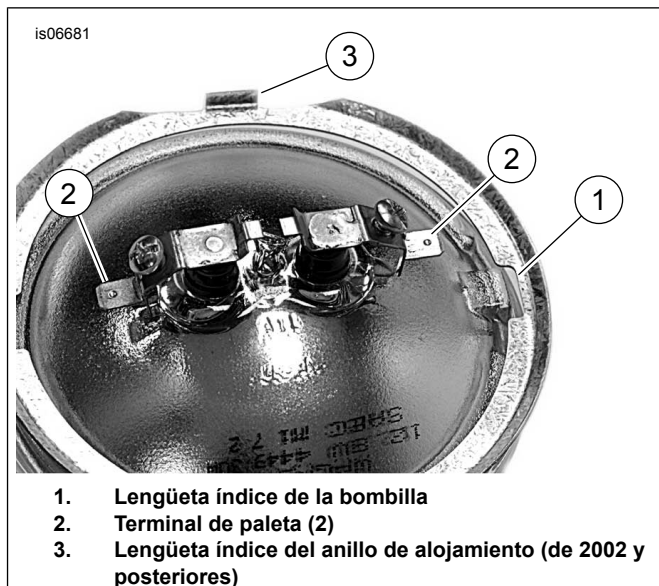

Figura 3. Terminales de la bombilla de la luz auxiliar
8. Vea la Figura 3. Coloque el anillo de alojamiento interior en la bombilla. Conecte el cable negro al terminal de paleta de la bombilla al lado de la lengüeta índice de la bombilla (1) en la bombilla. Instale el cable gris en el terminal de paleta restante.